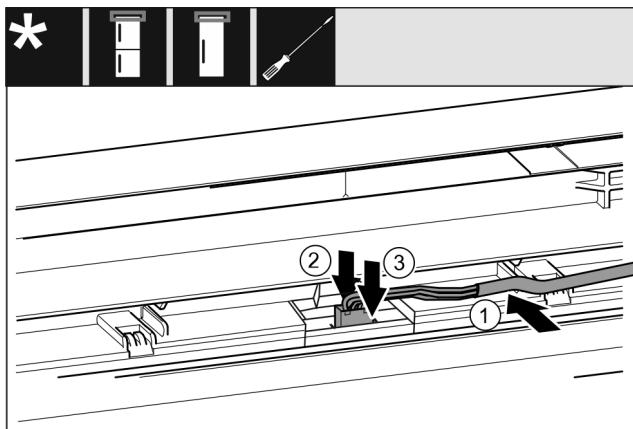

Fig. 49 Kühl-/Gefrierkombinationen / Gefriergeräte / Kühlgeräte*
- Kabel Fig. 49 (1) in die Führung in der oberen Tür einlegen.*
- Rastnase Fig. 49 (2) nach hinten drücken.*
- Stecker Fig. 49 (3) einrasten.*